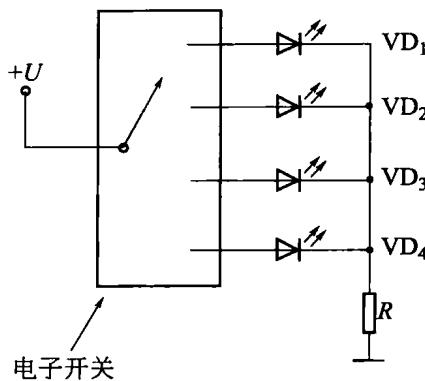

图 1-7 发光二极管的扫描驱动
② 扫描驱动 需要点亮多个发光二极管时，可以采用扫描驱动的方式，以简化电路和节约电能。如图 1-7 所示，电子开关将电源电压依次快速轮流接入 4 个发光二极管，只要轮流的速度足够快，看起来这 4 个发光二极管都一直在亮着。